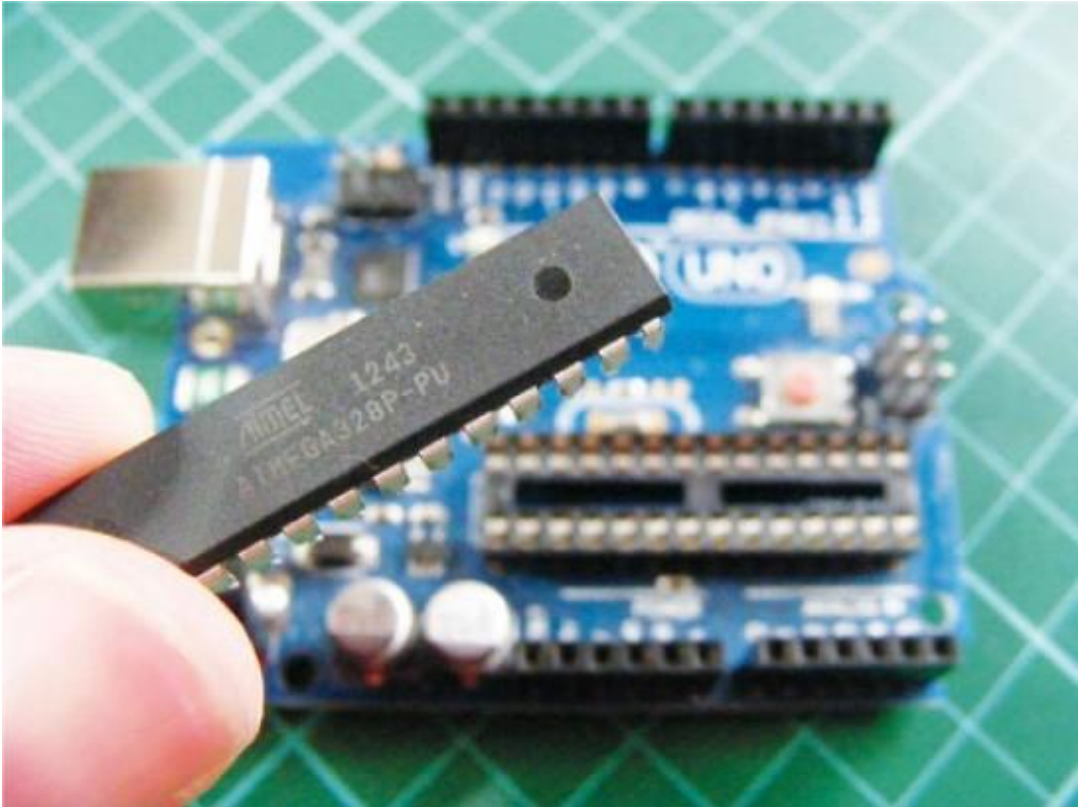

Abbildung 25-4: Den ATmega-Chip aus dem Arduino ausbauen
1. Entfernen Sie den ATmega-Chip vorsichtig aus Ihrem ArduinoBoard (Abbildung 25-4) und ersetzen Sie ihn durch den anderen Chip.